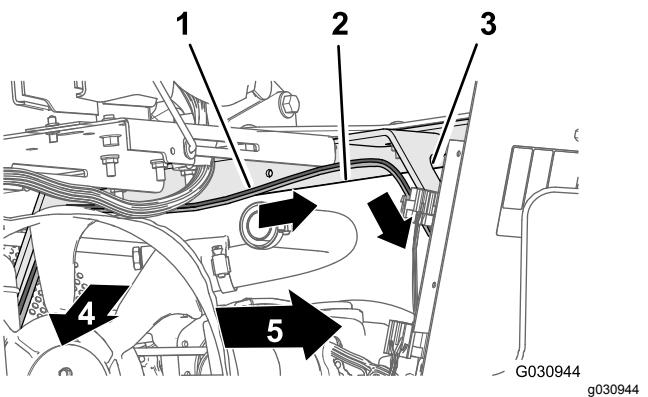

Bild 115
2. Verlegen Sie den 108-cm-Kabelbaumzweig über den Sitzkastenwinkel und nach unten entlang der linken Stütze für die Motorhaube (Bild 115).